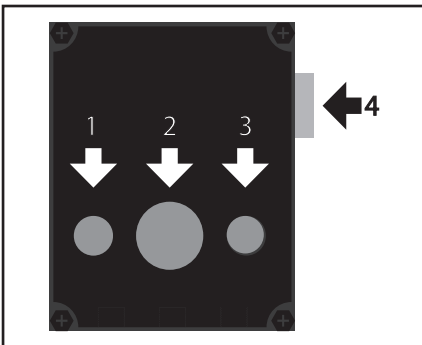
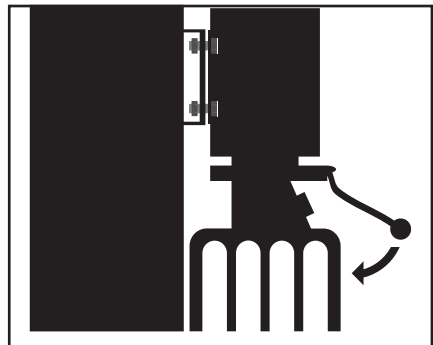
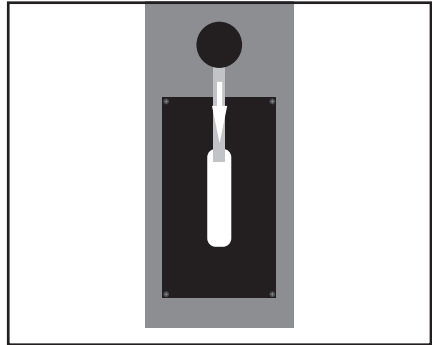

Fig. 26
Fig. 27
Fig. 29
2. Voedingshoofdschakelaar (4, Fig. 26) van 'off' naar 'on' draaien, groene lampje (1, Fig. 26) brand nu.
3. Druk op HEF-knop (3, Fig. 26), hef het voertuig tot 1 meter hoogte.
5. Druk op HEF-knop (3, Fig. 26) en hef voertuig tot gewenste hoogte.
HEF-knop (3, Fig. 26) loslaten, hefbrug blijft staan.
1. Druk de hendel voor zakken omlaag (Fig. 27) totdat de hefbrug in de vergrendeling hangt.
1. Hefbrug stukje omhoog heffen (3, Fig. 26), vervolgens hendel (Fig. 29) omlaag drukken zodat vergrendeling in vrije stand komt.
2. Hendel (Fig. 29) vasthouden in onderste stand en hendel voor zakken (Fig. 27) inhouden tot hefbrug volledig gezakt is.
8. Schakel tijdens een noodsituatie de stroom uit met behulp van de noodstop (2, fig 26).